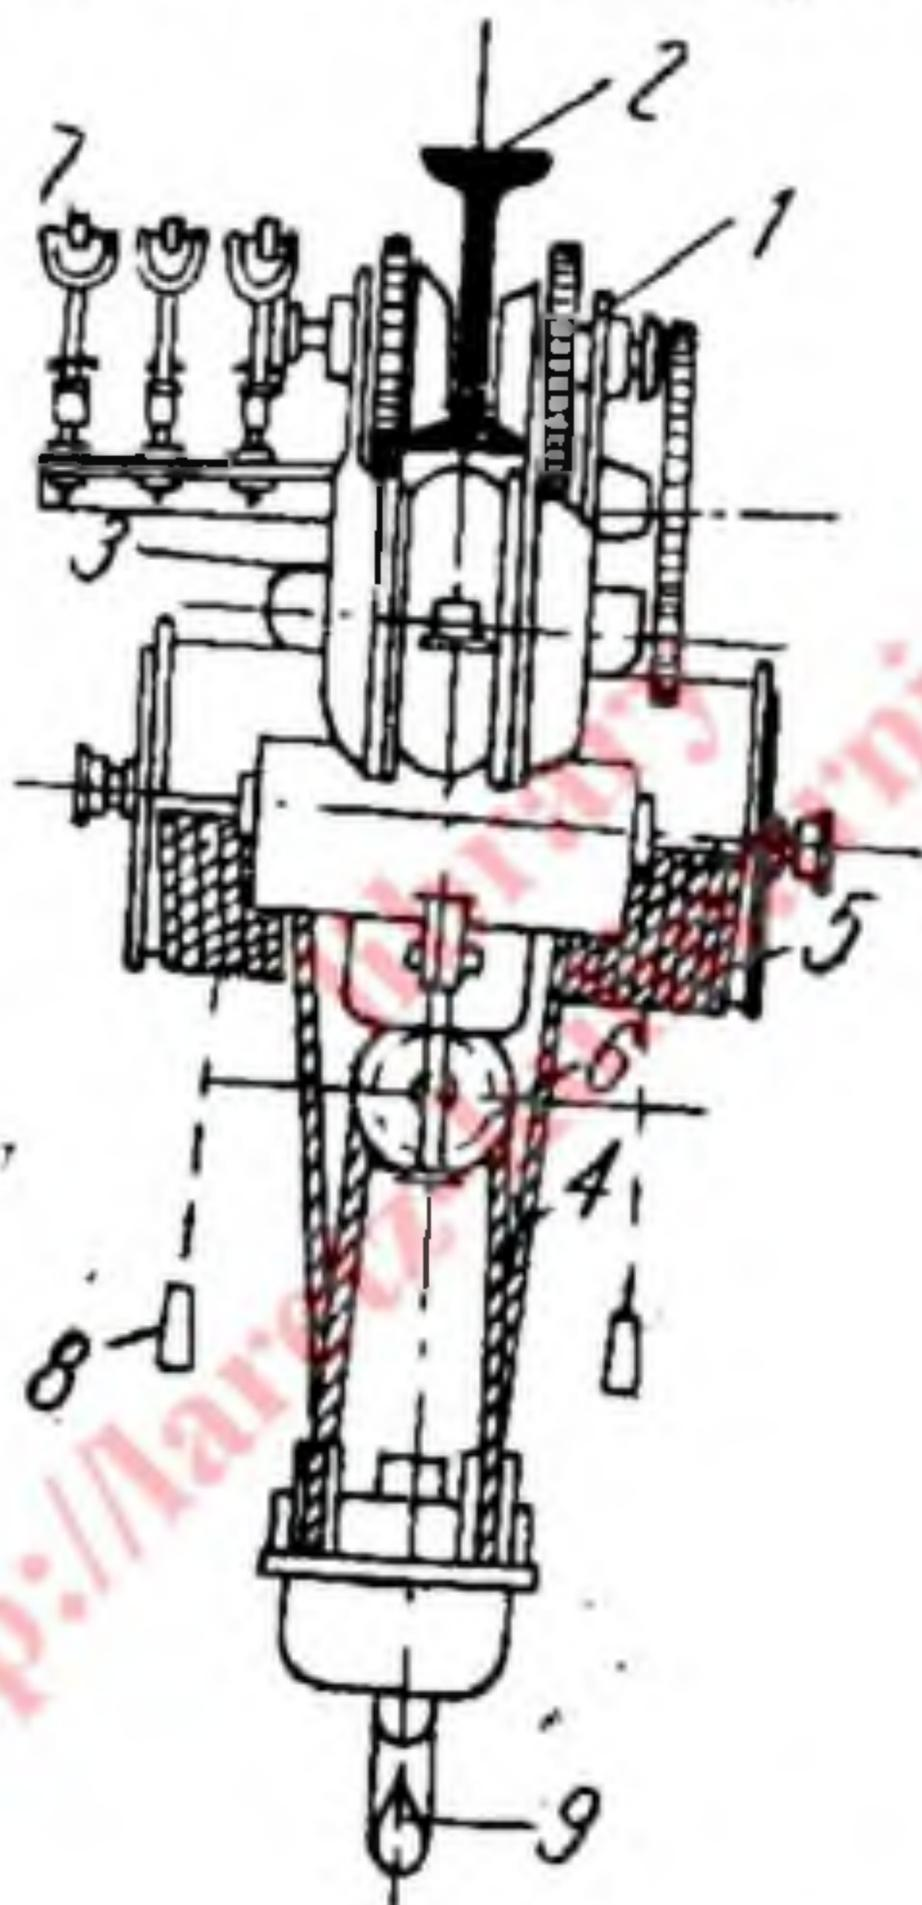

Рис. 26. Тельфер.
Тельфер в отличие от ручной тали приводится в действие не силой рабочего, а при помощи мотора, укрепленного на тельфере. Тельфер (рис. 26) имеет тележку (1) с четырьмя бегунками, катящимися по нижним полкам двутавровой балки (2). Бегунки приводятся в движение тяговым мотором (3), подвешенным к щекам тележки. Помимо тягового мотора тельфер имеет грузовой мотор, который служит для подъема груза. Подъем груза происходит путем наматывания стального каната (4) на барабаны (5) с помощью блока (6), подвешенного к этому канату. Питание моторов тельфера током производится через провода и специальные ролики (7); управление тельфером производится рукоятками (8), которые подвешены на цепочках к моторам. В